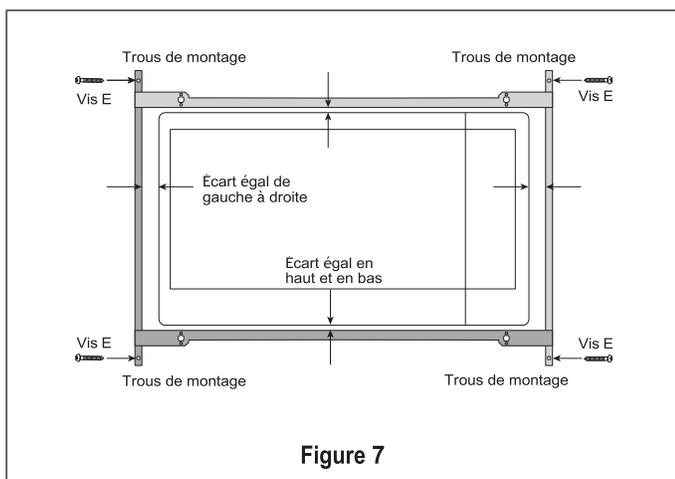

Figure 7
4. **INSTALLATION DU CADRE ARRIÈRE:** Positionnez le CADRE ARRIÈRE avec un espace égal en haut et en bas, de chaque côté. Marquez pour 4 trous, poinçonnez au centre et pré-percez le meuble avec une mèche de 1/16 po. Fixez le cadre avec 4 VIS E. Consultez Figure 7.
4. **INSTALLATION DU CADRE ARRIÈRE:** Positionnez le CADRE ARRIÈRE à égale distance de haut en bas et de gauche à droite. Marquez l'emplacement des 4 trous sur les entretoises de bois installées, poinçonnez le centre et pré-percez avec une mèche de 1/16 po. Fixez le cadre avec 4 VIS. Consultez la Figure 7.